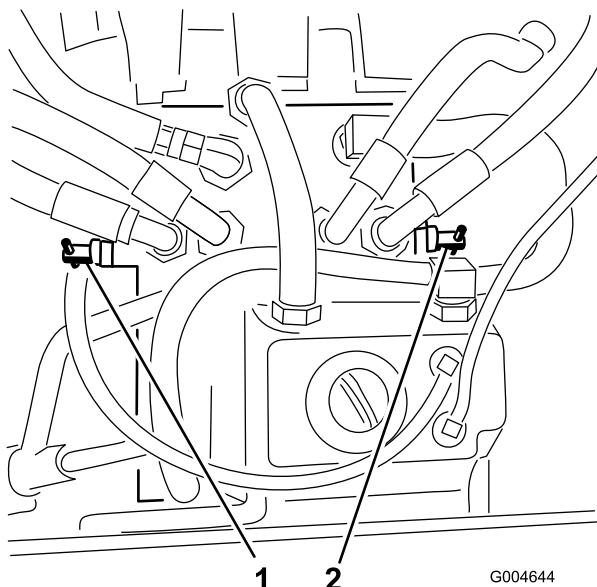

Figura 34
3. Gire las válvulas de desvío una vuelta en el sentido contrario a las agujas del reloj (Figura 34).
Gire cada válvula de desvío una vuelta en el sentido de las agujas del reloj y apriételas a mano (par de apriete de 8 N·m aproximadamente) (Figura 34).